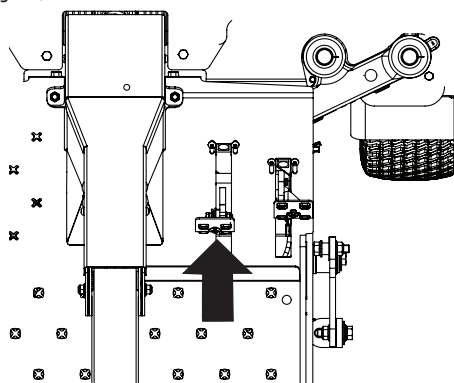

Fig. 25
1. Appuyez lentement sur la pédale de marche avant. La tondeuse commencera à avancer (Fig. 25).